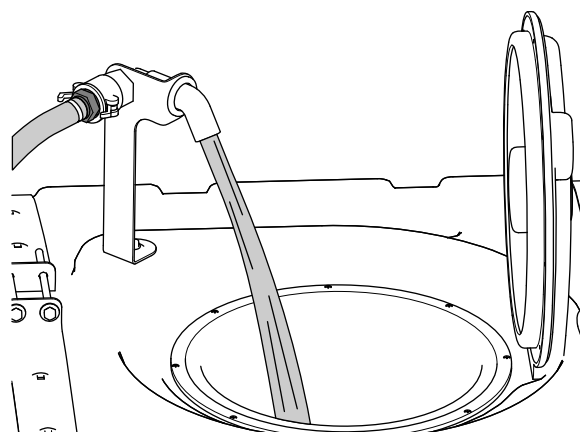

図 71
5. 所定量の $\frac{3}{4}$ の水を液剤タンクに入れる 図 71。